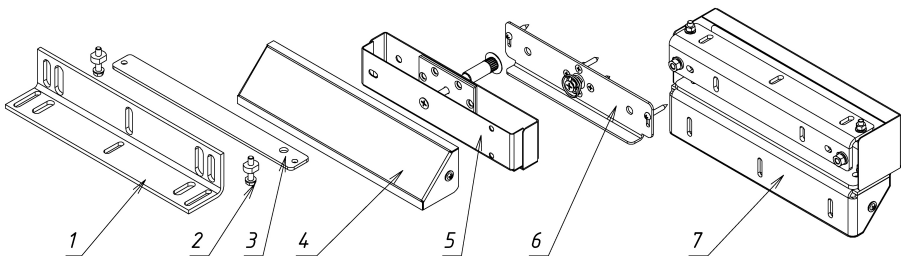

Рисунок 2
- следующие опции (рисунок 2):
- L-уголок AL-300PR (1)
- Комплект крепежа 150-300-К (2)
- Планка М300 (3)
- МК AL-300PR Монтажный комплект (4)
- Комплект смещения якоря 300-400PR (5)
- Комплект 350P (6)
- МК AL-300-400PR-Inside Монтажный комплект (7).